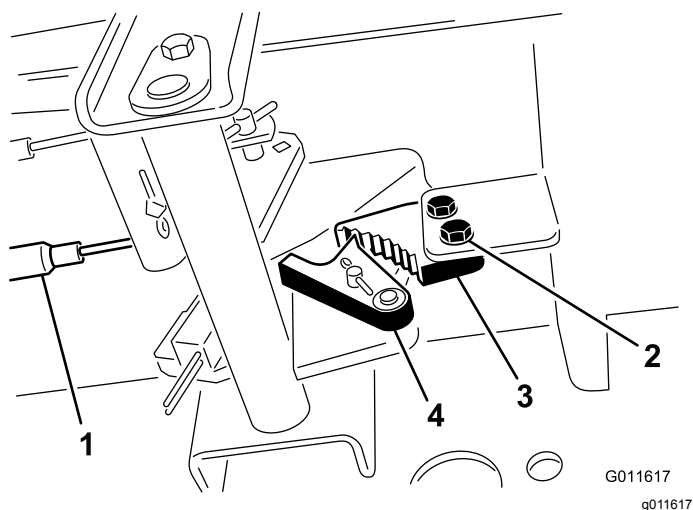

Figura 88
1. Solte os 2 parafusos que prendem a lingueta do travão de estacionamento à estrutura (Figura 88).
2. Carregue no pedal do travão para a frente até o detentor do estacionamento engatar completamente na lingueta do travão (Figura 88).